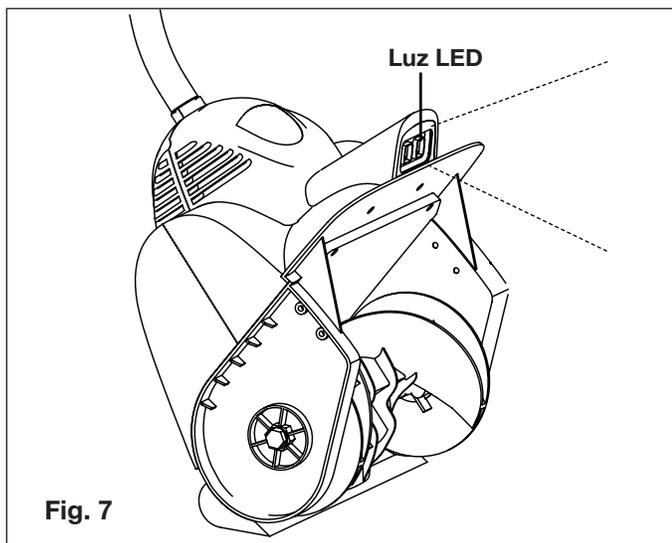

Fig. 7
- Esta pala quitanieve eléctrica está equipada con una luz LED de 2 W para facilitar la limpieza durante la noche y bajo condiciones de poca visibilidad (Fig. 7). Cuando usted enciende la máquina, la luz LED se encenderá de forma automática e iluminará la ruta frente a usted. Cuando usted detenga la máquina, la luz LED se apagará de forma automática.